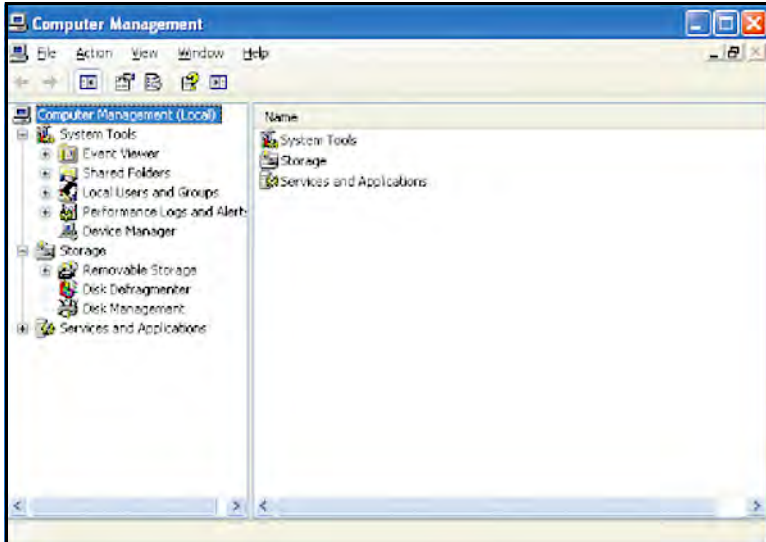

Figura 115: Usuarios y grupos locales en Administración de equipos
3. En el árbol de opciones *Administración de equipos*, expanda la carpeta Usuarios y grupos locales (ver *Figura 115* a continuación).